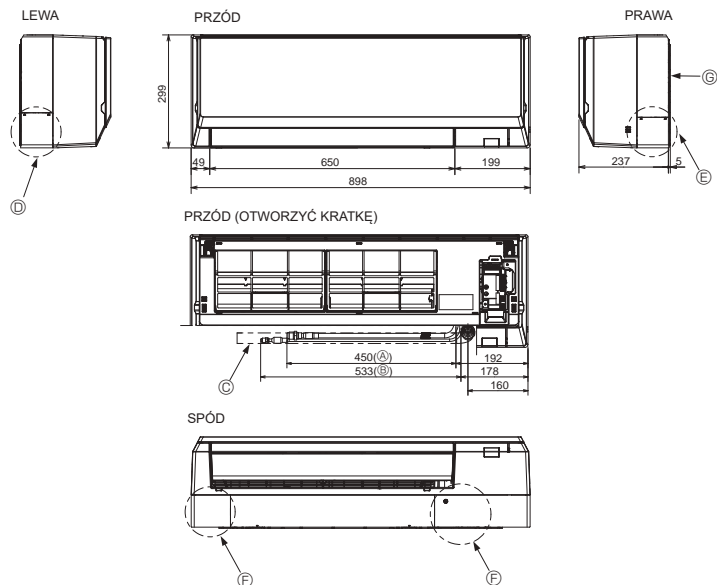

Fig. 4-3
4.3. Rozmieszczenie przewodów rurowych czynnika chłodniczego i odpływu (Fig. 4-3)
- Ⓖ Płyta montażowa ①